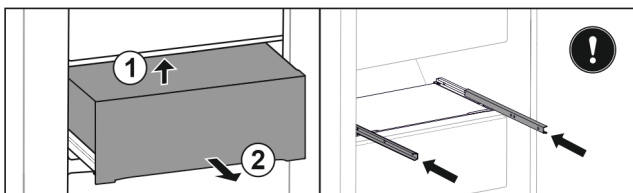

Fig. 37*
- ▶ Поднимите выдвижной ящик сзади снизу Fig. 37 (1)*.
- ▶ Извлеките движением вперед Fig. 37 (2)*.